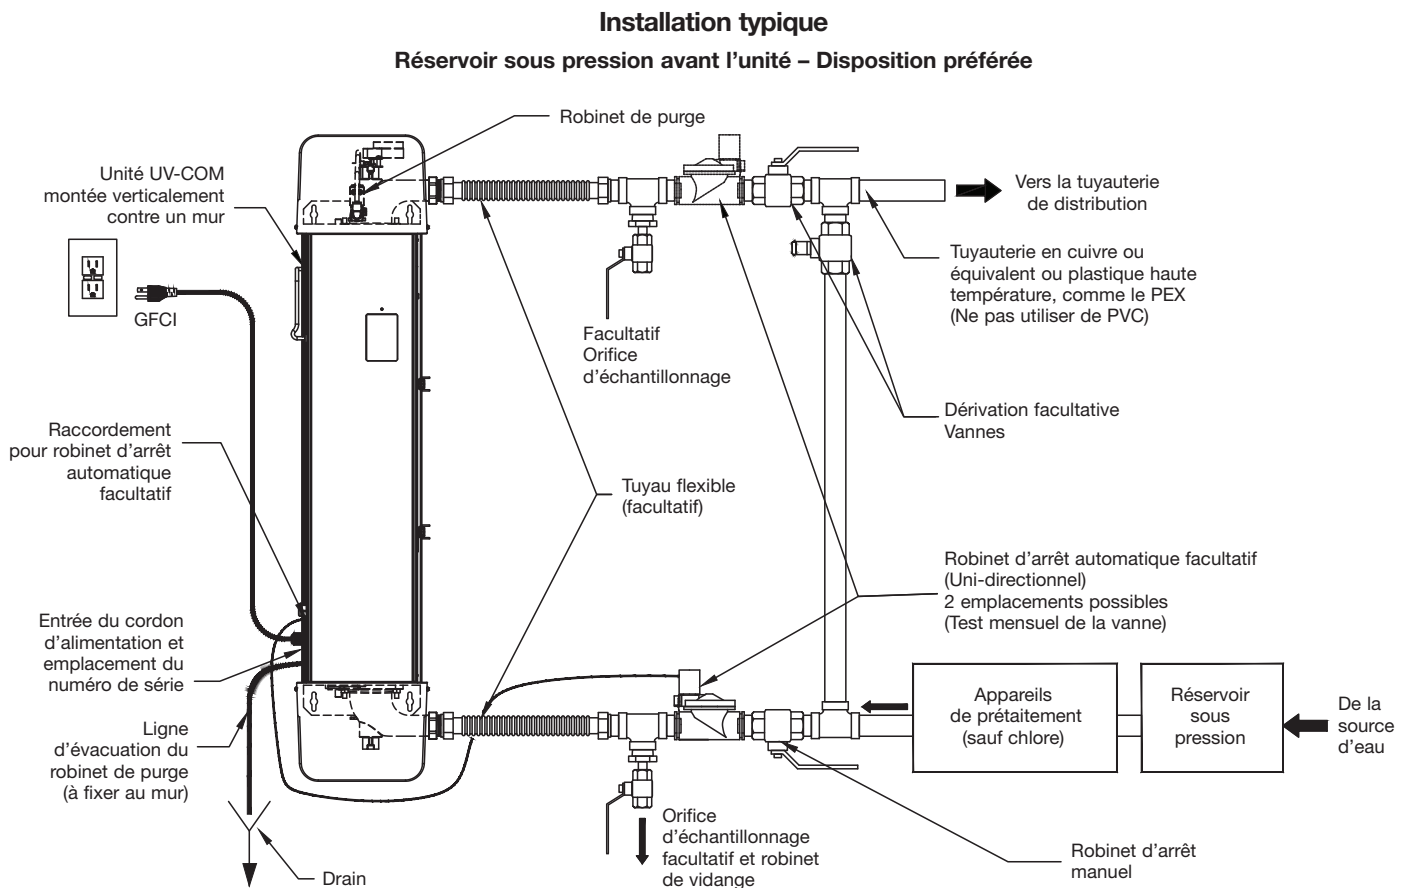

Figure 4-2
Les raccords, l'isolation de tuyau et autres éléments de plomberie compatibles doivent être disponibles avant de commencer l'installation. Voir la figure 4.2 et faire une liste de tous les composants nécessaires, incluant de la soudure, de la pâte et du scellant de filetage. Les tuyaux de dérivation et les robinets qui isolent l'unité sont facultatifs, (mais recommandés), de même qu'un robinet de vidange pour le drainage de l'unité.
1. Voir la Figure 4.2 pour savoir comment organiser la tuyauterie et les dispositifs facultatifs, comme le robinet d'arrêt automatique, la conduite de dérivation, les ports d'échantillonnage et le drain. Si le réservoir de pression est situé en aval de l'unité, une trousse de relocalisation du robinet de purge est requise.